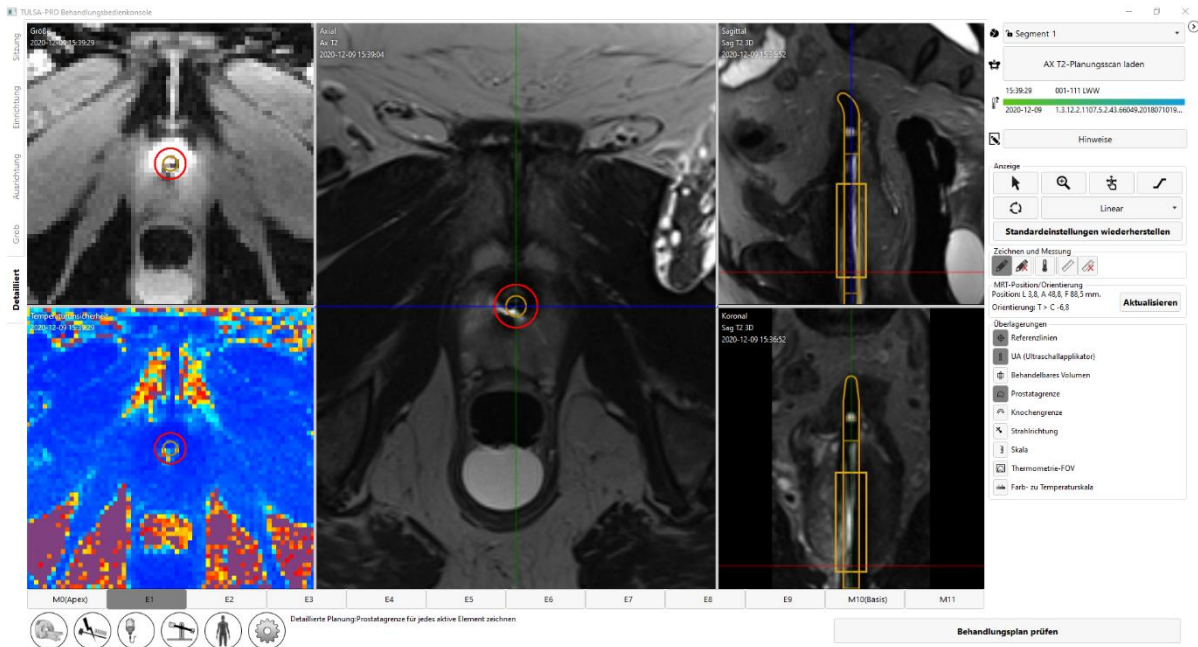

Abbildung 48: Arbeitsbereich „Detaillierte Planung“ mit Thermometriegröße und Temperaturunsicherheit
3. **MRT-MTRA:** Die Sequenz ausführen. Der TDC sollte die Thermometriebilder automatisch empfangen. Nach dem Laden der Thermometrie-Scans werden zum Erleichtern der Behandlungsplanung die Ansichten **Größe** und **Temperaturunsicherheit** angezeigt (*Abbildung 48*).
6. **Radiologe:** Verwenden Sie ... **Scan laden**, um das AX T2-Bild zu laden. Nach dem Laden der Thermometrie-Scans werden zum Erleichtern der Behandlungsplanung die Ansichten **Größe** und **Temperaturunsicherheit** angezeigt (Abbildung 48).